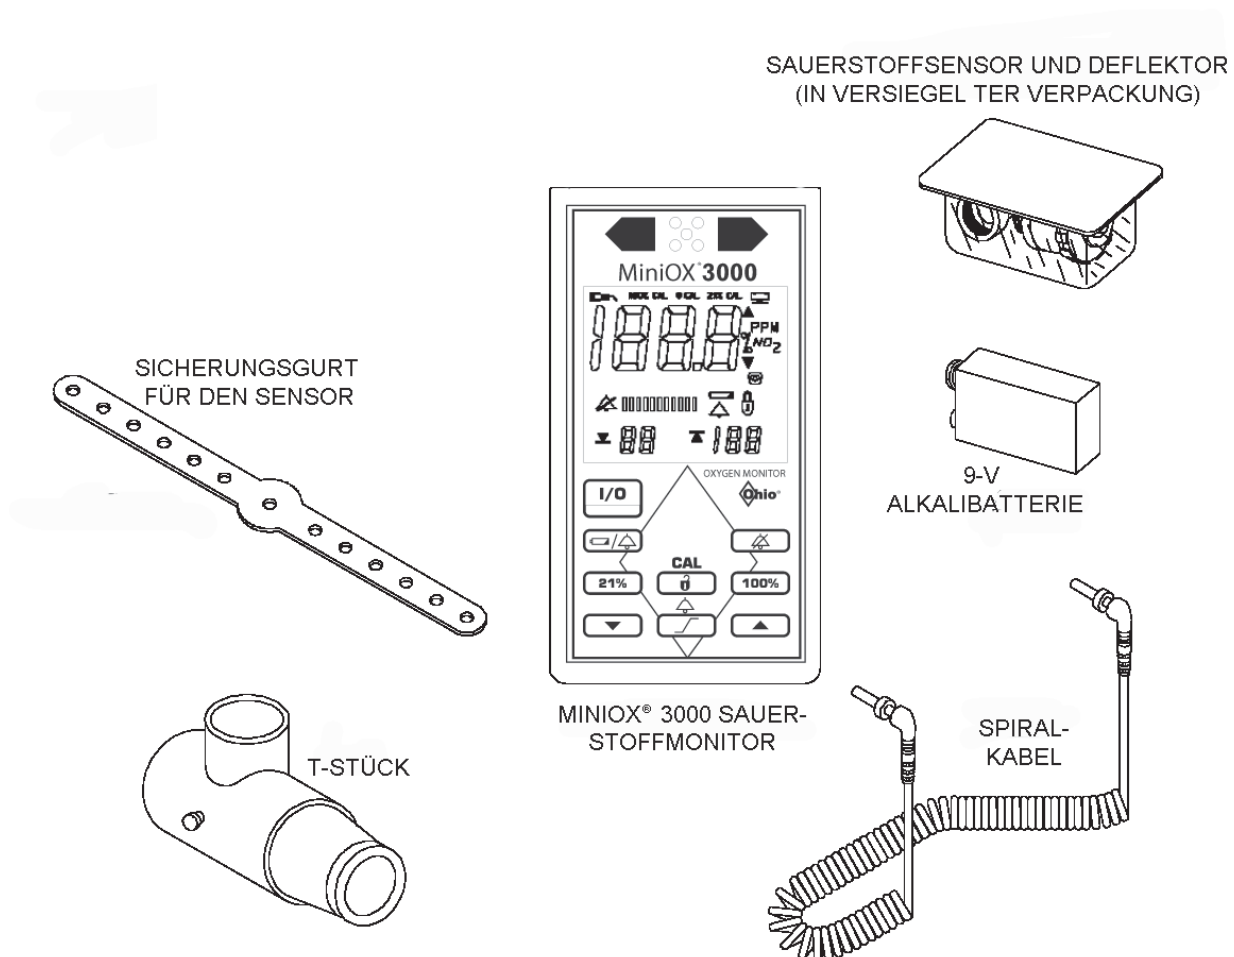

Abbildung 2-1.
1. Überprüfen, ob folgende Gegenstände vorhanden sind (siehe *Abbildung 2-1*):